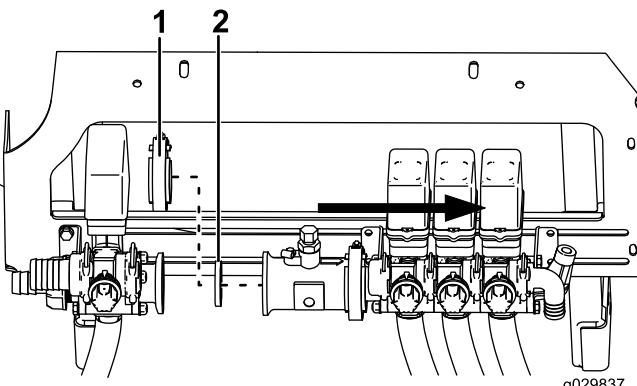

Bild 2
4. Entfernen Sie die Schneckenschraubschelle und die Dichtung, und schieben Sie vorsichtig den Durchflussmesser und das Abschnittventil vom Umwälzungsventil weg (Bild 2).